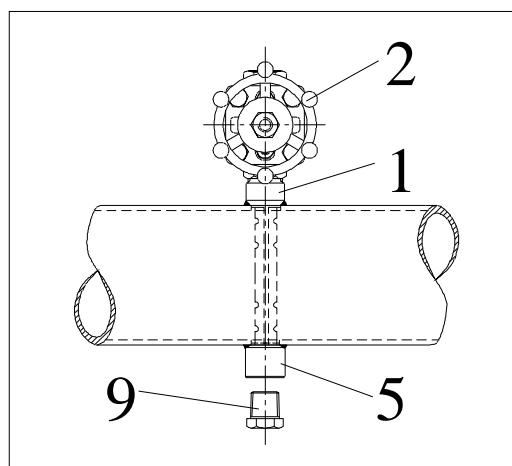

Abb.12: Montagestutzen mit Absperrschieber und Gegenlager
Die ITABAR-Sonde des Typs FTMD-26 ist nahezu baugleich zum Typ FTMD-25. Einziger Unterschied ist das Gegenlager (mit Verschlussstopfen Abb.12) beim Typ FTMD-26, welches höhere Strömungsgeschwindigkeiten in der Rohrleitung zuläßt.
3. Heften Sie den Montagestutzen {1} mit 1-2mm Luftspalt auf die Rohrleitung. (Abb.12)
4. Vor dem Festschweißen des Montagestutzens muß das Gegenlager {5} montiert werden. (Abb.12)
11. Dichten Sie das Gewinde des Verschlußstopfens {9} mit einem geeigneten Dichtmittel (z.B. PTFE Band) ein. Schrauben Sie den Verschlußstopfen in das Gegenlager. Ziehen Sie ihn fest an (Abb.12).
2. Die Muttern/Schrauben {6+7} für die Stopfbuchsenpackungen sind nur leicht angezogen (Dichtheit!), so daß ein Verschieben der Sonde möglich ist (Abb.12).